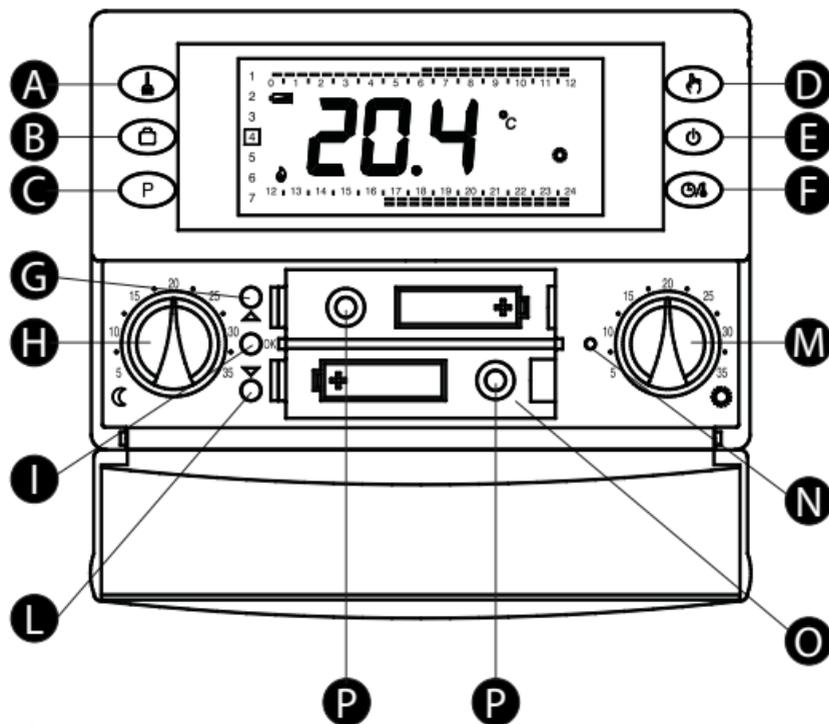

Рис.1
Откройте отсек для батареек, отмечен **O** на **рис.1**, и вставьте аккумуляторы соблюдая полярность. Для устройства подходят пальчиковые щелочные батарейки типа AA на 1,5V. При необходимости перезагрузите устройство с помощью заостренного предмета через
отверстие (**N** на **рис.1**);
OK — для настройки текущего времени и дня недели (**I** на **рис.1**)
стрелка вверх **▲** - Вперед (**G** на **рис.1**)
стрелка вниз **▼**— Назад (**L** на **рис.1**)
Чтобы настроить температуру для режима Комфорт, используйте кнопку **“Солнце”**, (M на рис.1), а режима Эконом — с помощью кнопки **“Месяц”** (H на рис.1).
5. Вставьте батарейки в отсек (O на рис.1), см. параграф как вставить/заменить батарейки.